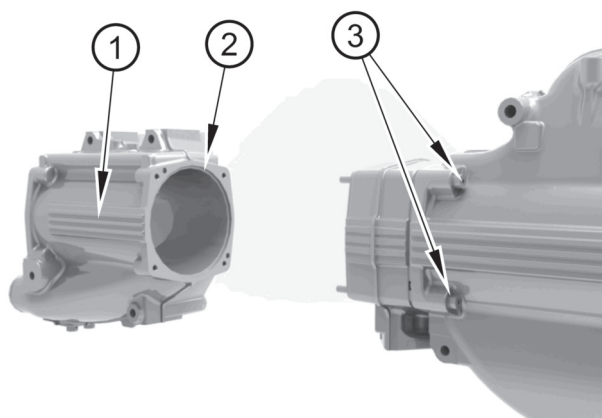

Figura 22
2. Svitare i bulloni (figura 22 voce 3) e rimuovere il corpo dello scambiatore di calore (voce 1). Sfilare l'O-ring (voce 2).